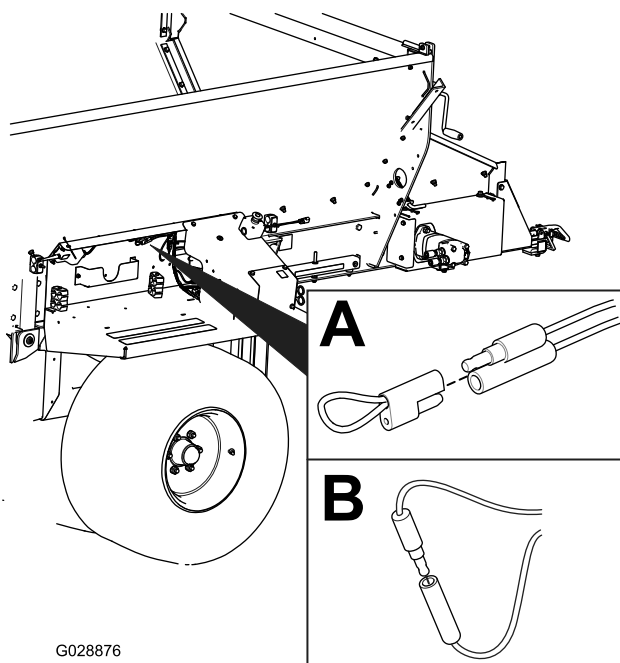

Рисунок 32
2. Снимите привязную крышку с двух диагностических замыкающих соединителей (Рисунок 32, А).
3. Соедините диагностические замыкающие соединители друг с другом (Рисунок 32, В).
2. Отсоедините друг от друга диагностические замыкающие соединители (Рисунок 32, В).
3. Наденьте привязанную крышку на два диагностических замыкающих соединителя (Рисунок 32, А).